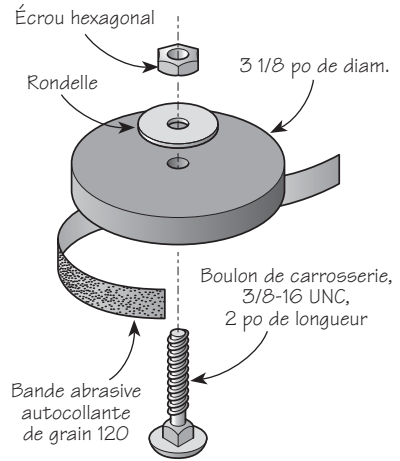

Figure 11 : Disque de meulage maison
- **Disque :** Découper un disque de 3 1/8 po de diamètre dans un contreplaqué de 5/8 po ou de 3/4 po d'épaisseur, comme l'illustre la **figure 11**. La coupe peut être réalisée sur un tour, une scie à ruban ou à la main. Assembler le disque et le monter sur une perceuse à colonne. Poncer le pourtour pour obtenir un disque parfaitement rond. Recouvrir le contour du disque d'une bande de papier abrasif autocollante de grain 120 – choisir de préférence le papier en zircone bleue.